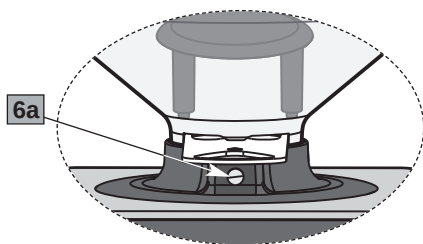
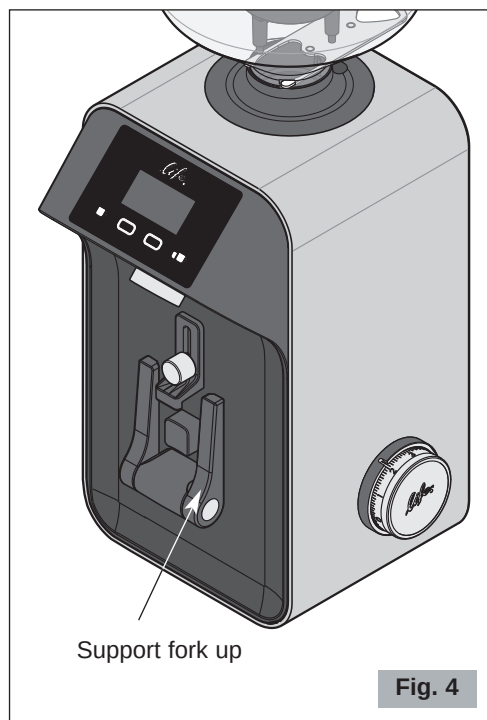
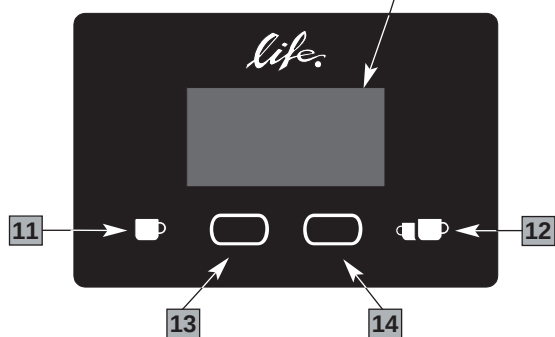

Fig. 3
Fig. 4
Fig. 5
Premere il tasto  (14 Fig. 5) nella schermata principale per entrare nella schermata dei contatori (se non si preme nulla, dopo tre secondi si torna alla schermata principale).
Continuando a premere sempre il tasto  (14 Fig. 5), il display visualizzerà in sequenza le seguenti schermate:
**Non** operare mai senza la campana fissata dall'apposita vite (6a, Dettaglio A Fig. 3).
Main parts (Fig. 1, Fig. 2, Fig. 3, Fig. 4, Fig. 5)
5. Make sure that the bean hopper is correctly positioned and that its shutter (8 Fig. 1) is completely open (to the last click). Tighten, without forcing excessively, the bean hopper fixing screw (6a, Detail A Fig. 3).